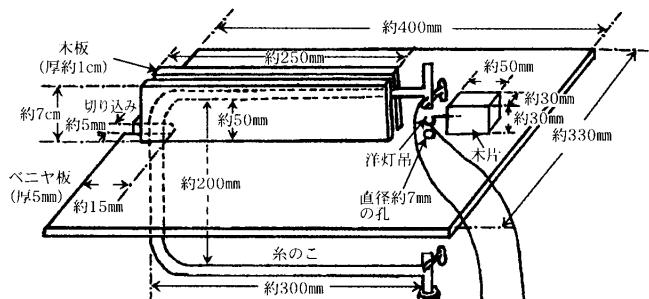

図1 装置の上蓋部
- ① 導線で図1・2のように結線し、ハンダ付けする。
- ② アで製作した上蓋部(図1は裏)